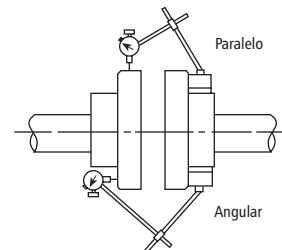

Figura 7
- Se **DEBE** verificar la alineación antes de operar la bomba. Observe la figura 7.